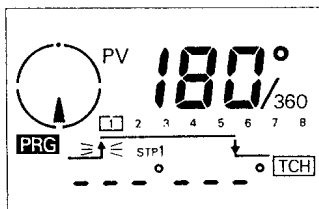

Abbildung 4: Anfangsstellung bei Lernprogrammierung
2. Stellen Sie mittels der Handkurbel den Gradstrahl für den neuen Ausgangspunkt ein. (in diesem Beispiel 180°) siehe Abbildung 4